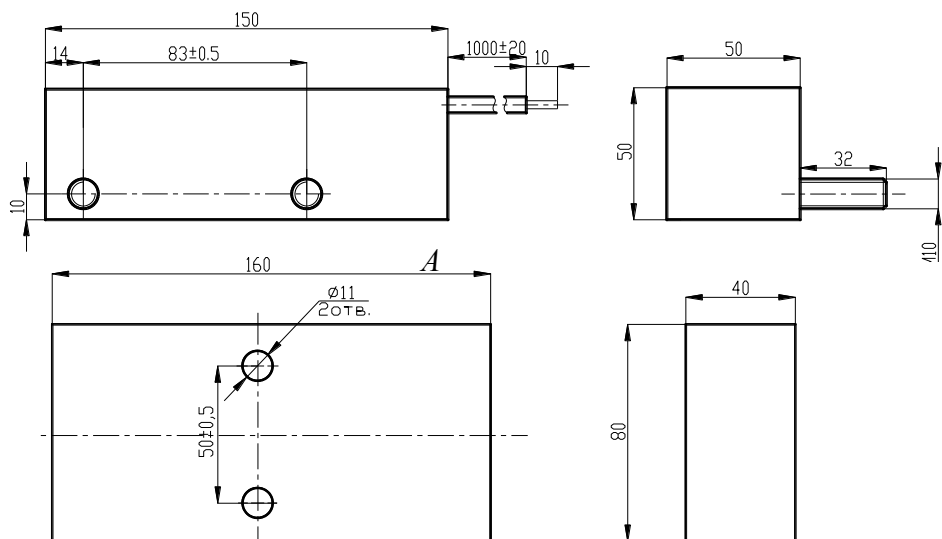

Рисунок 3. Габаритные и присоединительные размеры извещателя
4.4. Габаритные и присоединительные размеры извещателя приведены на рис. 3.